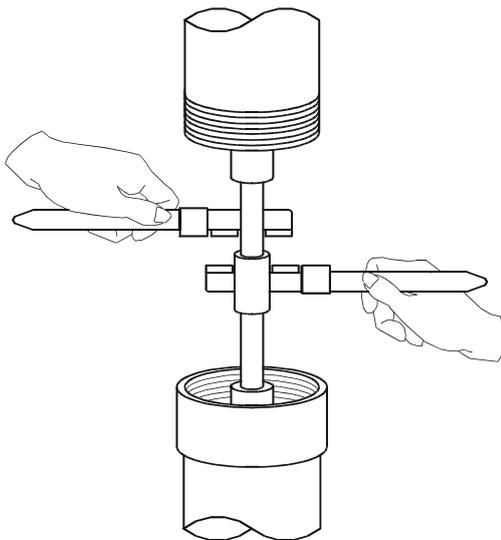

Fig. 8. Ajustando el eje
f) Desajuste el nudo del eje (atención sólo del eje) y enrosque el eje con el cople. **Tener en cuenta que la rosca del eje es izquierda.** A través del agujero del cople, asegúrese de que los ejes choquen entre sí en el centro del mismo. Ajuste los ejes usando dos llaves stillson (Fig. 8).